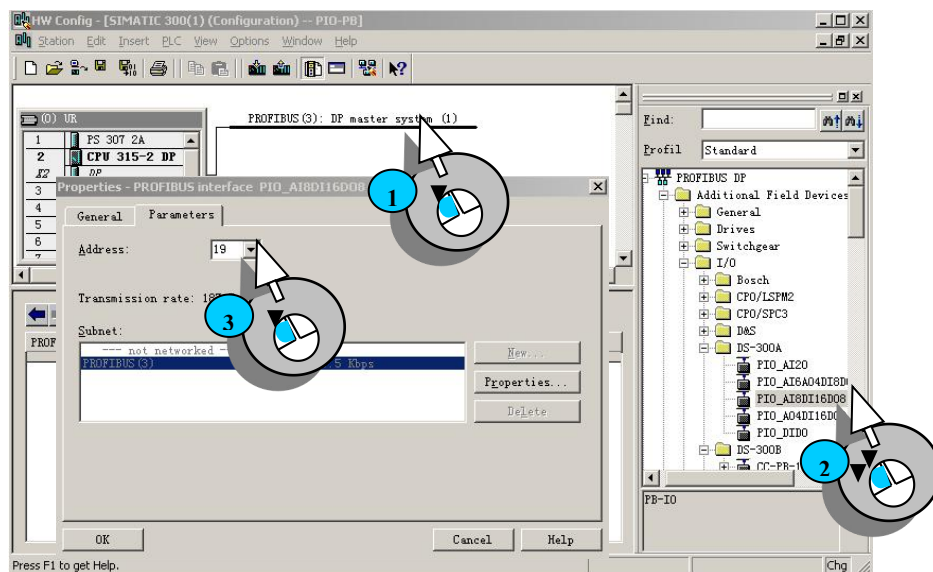
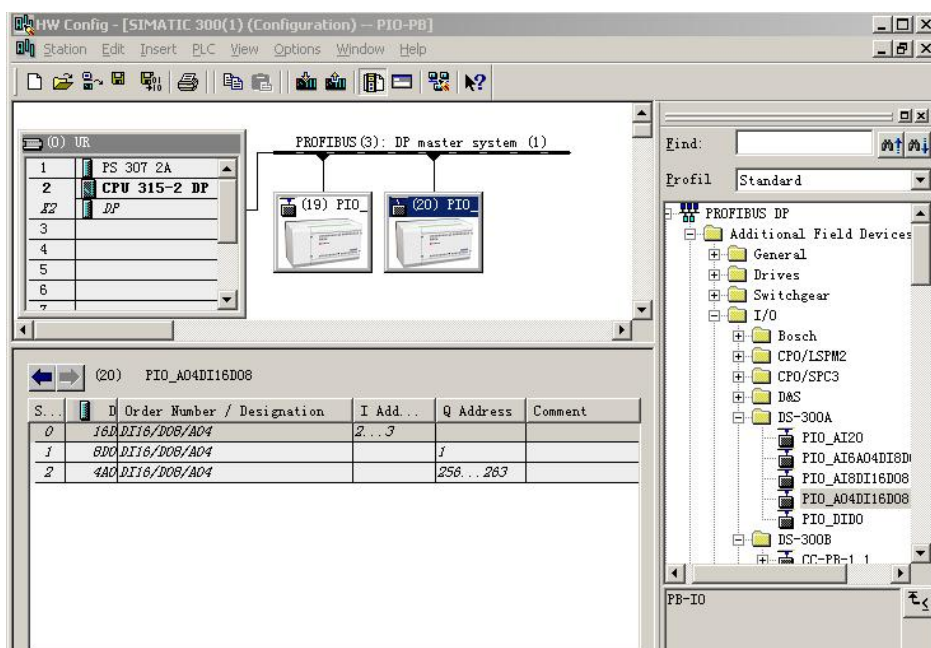

图 2-11 添加 DP 从站，设置从站地址
图 2-13 PIO-AO4DI16DO8 添加到总线中
选中PROFIBUS (1) DP master system总线，变成黑色，再将硬件目录PROFIBUS DP \ I/O \ DS-IO中的PIO-AI8DI16DO8添加至PROFIBUS DP主站系统中。在对话框中，将PROFIBUS从站PIO-AI8DI16DO8地址设为19，再点击“OK”即可。用同样的方法将PIO- AO4DI16DO8的地址设为20 (此处的地址19和20必须与两个一体化DS300A设置的DP从站地址相一致)，见下图2-11所示：
按上图2-11的方法将20号从站PIO-AO4DI16DO8添加到DP总线中，见下图2-13所示：